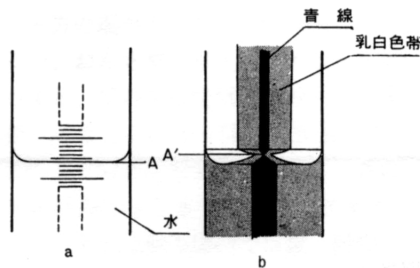

図4 目盛の視定法
2. 一般に管中の水位の目盛を読むときは図4 (a) のA点の目盛を読みますが、本器はとくに正確さを期すため、中央の青線がくびれる点 (図4, b) A'点の目盛を読んでください。